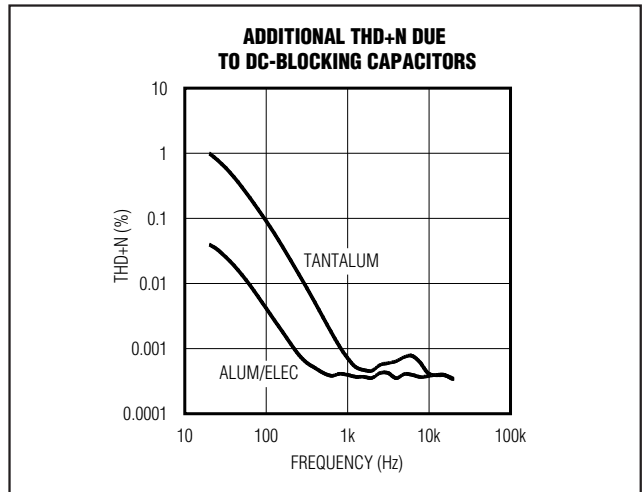

图3. 隔直电容引起的失真
- 2) 随着电容值的变化以及电容两端电压的变化，隔直电容的电压系数会导致重建音频信号的失真。在-3dB频率以下的频率范围内，容抗起主导作用，电压系数表现为失真度随频率而变化。图3给出了两种不同电介质电容引入的THD+N， $100Hz$ 以下的THD+N增加很快。